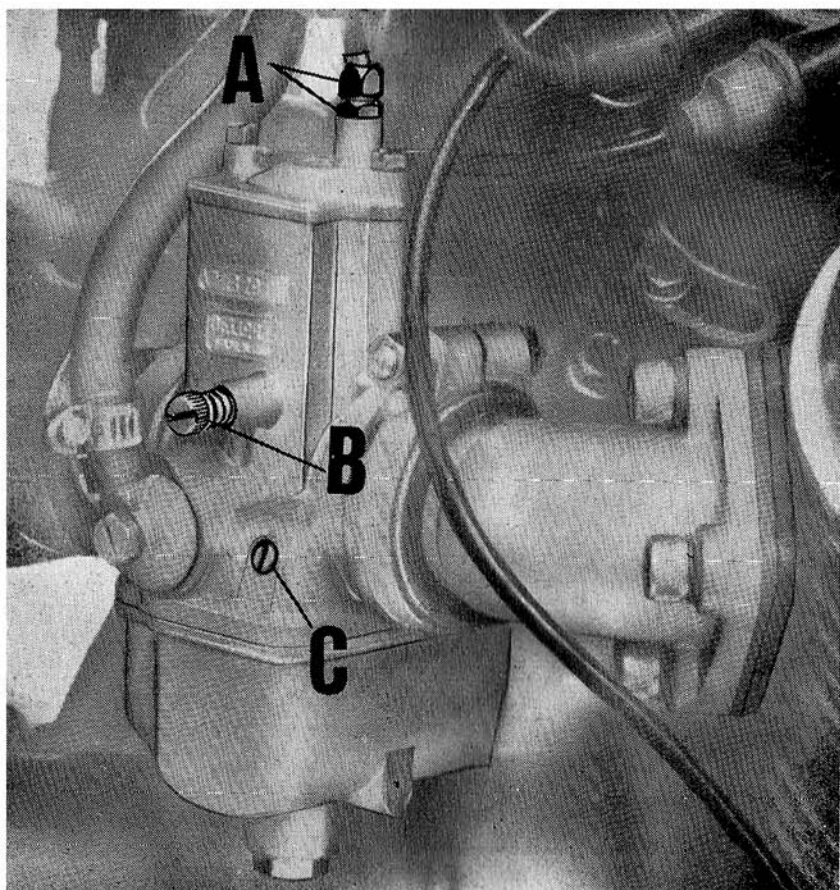

Fig. 17
- 2) contrôler la synchronisation des soupapes des gaz; cette opération doit s'effectuer après avoir démonté le récipient du filtre et le manchon de raccordement des carburateurs; tandis qu'on fait tourner la poignée de commande des gaz, en tenant les doigts en contact avec les soupapes des gaz, sur les carburateurs, on devrait déterminer si les soupapes s'ouvrent dans la même mesure et au même moment; les différences d'ouverture éventuelles doivent être corrigées en agissant sur le tendeur de fil (voir figure 17-A) d'un carburateur, jusqu'au moment où, en faisant tourner la poignée des gaz, on constate la parfaite synchronisation de l'ouverture des soupapes des gaz;
- 3) régler le minimum de l'essence en agissant sur la vis C de la fig. 17. En la dévissant, on augmente l'arrivée d'essence; en la vissant, on la diminue. Pour le réglage, visser complètement la vis et ensuite la dévisser d'un tour et demi à 2 tours pour le carburateur sur le cylindre de gauche et de 2 à 2½ tours pour le carburateur sur le cylindre de droite.
En faisant fonctionner le moteur à environ 1000 ÷ 1200 tours, ôter la bougie d'un cylindre et agir sur la vis C de la fig. 17 du carburateur du cylindre opposé en la dévissant ou en la vissant légèrement, jusqu'à ce qu'on atteigne le point de meilleur rendement, c'est-à-dire une légère augmentation du nombre de tours. Répéter la même opération sur le carburateur et sur le cylindre opposé; on obtient ainsi un bon REGLAGE DE LA CARBURATION DE RALENTI, en évitant la possibilité de «ratés».
- 4) Détacher la câble bougie du cylindre de droite, faire démarrer le moteur et s'assurer qu'il s'éteint après quatre ou cinq coups; s'il s'éteint soit avant, soit après, tourner la vis de réglage de ralenti de la soupape des gaz (voir fig. 17 - lettre B), jusqu'à ce que le moteur s'éteigne après le nombre de tours sus-mentionné. Répéter l'opération sur le cylindre de droite en détachant le câble bougie du cylindre de gauche et faire démarrer le moteur; si le cylindre de droite est normal, le moteur droit s'éteindra après quatre ou cinq coups, sinon procéder au réglage en tournant la vis (voir fig. 17 - lettre B), ainsi qu'il a été dit plus haut, jusqu'à ce que le moteur s'éteigne après le même nombre de coups; rattacher ensuite le câble à la bougie du cylindre de gauche;